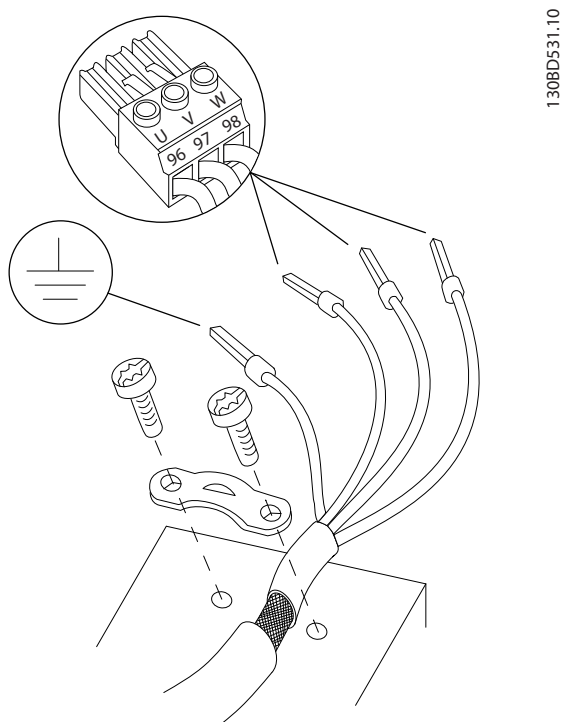

図 4.3 モーター接続
3. 章 4.3 接地に記載されている接地に関する指示に従って、最も近接した接地端子に接地線を接続します。図 4.3 を参照してください。
4. 3 相モーター配線を端子 96 (U)、97 (V)、98 (W) に接続します。図 4.3 を参照してください。